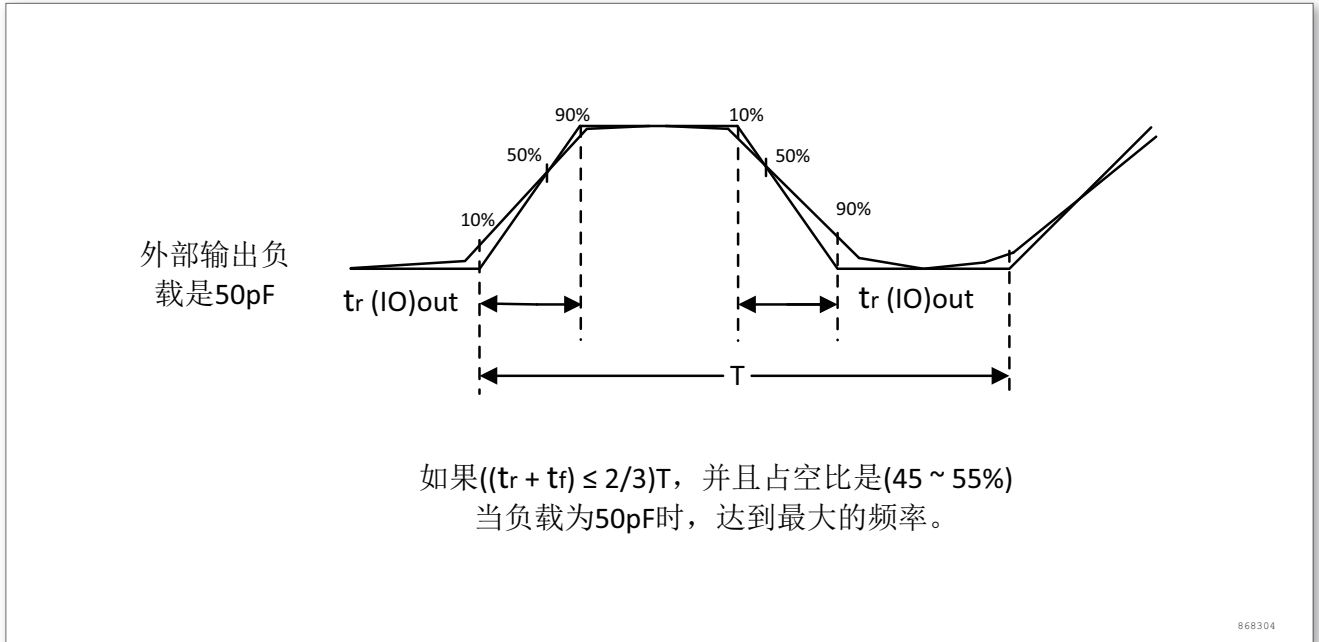

图 13. 输入输出交流特性定义
输入输出交流特性的定义和数值分别在图 13和表 32给出。
2. 最大频率在图 13中定义。